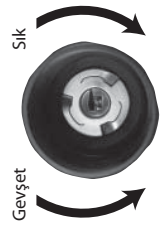

Fig. 13
- 2) Anahtar klik sesi gelene kadar saat yönünde döndürünüz. (Fig. 13) Başlık kablosunu döndürmeyiniz.